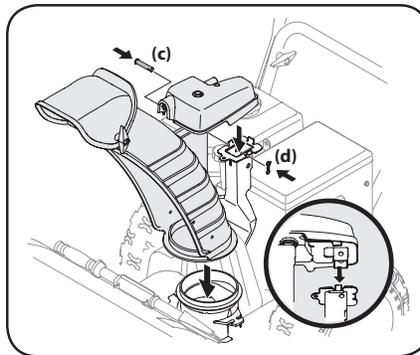

Figura 2-16
2. Ubique el conjunto del canal sobre la base del mismo y sujete el cabezal de control del canal a la ménsula de soporte del canal mediante el pasador de horquilla (c) y el pasador de claveta (d) que extrajo en el Paso 1. Consulte Figura 2-16.